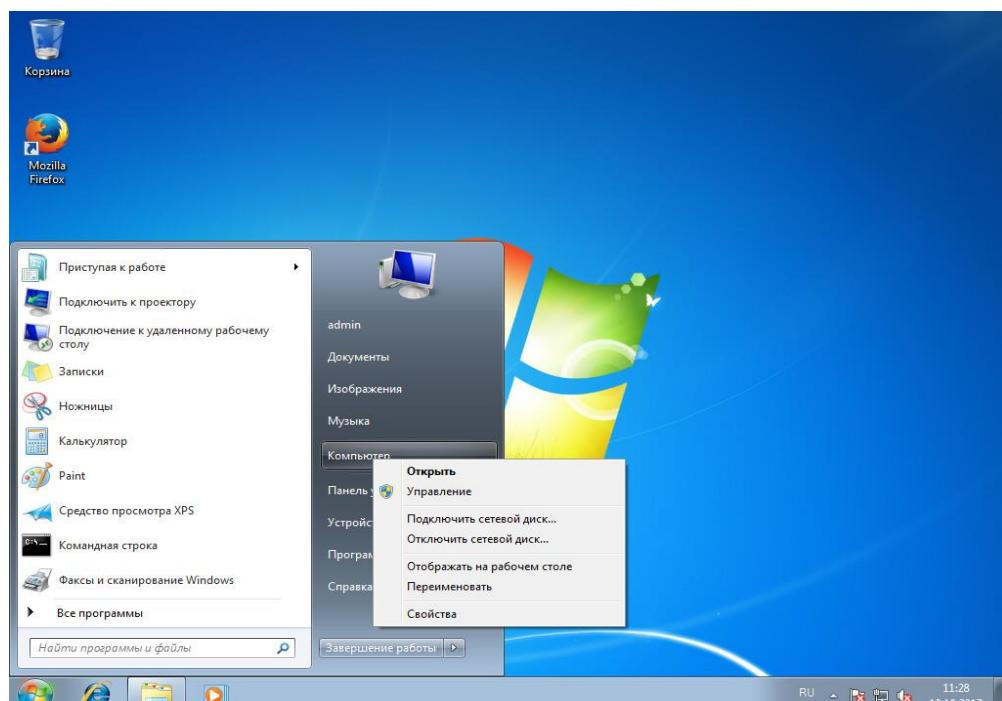

Рисунок 113. Подключение сетевого диска в Windows 7
1. В меню «Пуск» нажать на правую клавишу мыши на «Компьютер» (см. Рисунок 113).